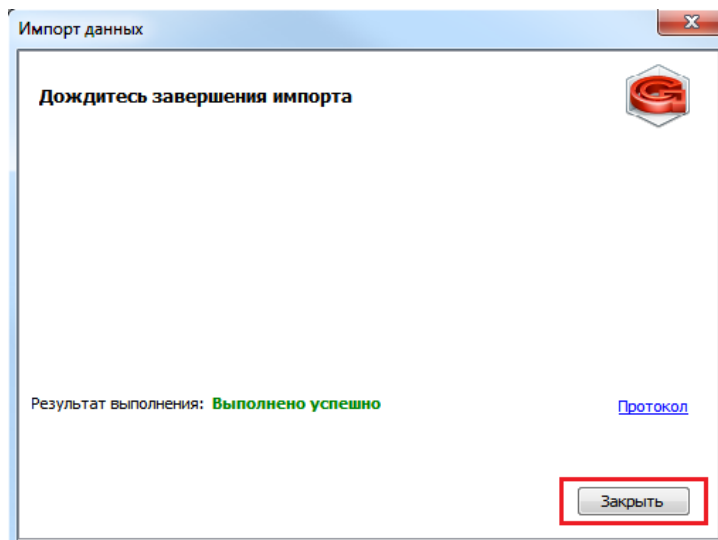

Рисунок 259: Кнопка "Закреть" в окне "Импорт данных"
- 7 Завершить процедуру импорта справочников. Для этого в диалоговом окне «Импорт данных» нажать кнопку **Закреть** (рис. 259).